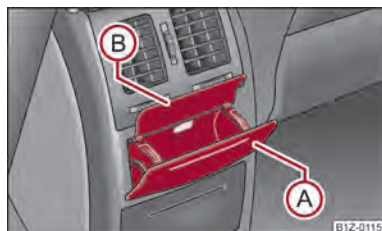

Fig. 72 Console centrale haute : Cendrier AR
- Appuyez sur la partie supérieure du couvercle du cendrier, au niveau **(A)** ⇒ fig. 72.